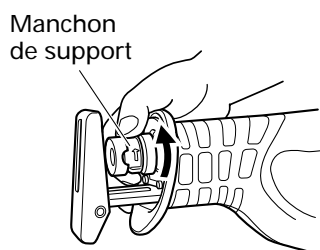

Fig. 6
- (2) Tourner le manchon de support dans le sens de la flèche, indiquée sur la Fig. 6, marquée sur le manchon de support. Si l'on tourne le manchon de support à moitié, il est possible de le fixer automatiquement. (Fig. 6)
- (2) Après avoir tourné le manchon de support dans le sens de la flèche de la Fig. 6 et l'avoir fixé, tourner la lame de façon qu'elle soit orientée vers le bas. La lame doit tomber sous l'effet de son propre poids. Si la lame ne tombe pas, tirer dessus avec la main.
- (1) Après l'utilisation, souffler toute sciure, terre, sable, humidité, etc. à l'aide d'une brosse, etc., pour garantir le bon fonctionnement de la monture de lame.
- (2) Graisser périodiquement la monture de lame avec de l'huile de machine dans la fente semi-circulaire à la position où le manchon de support est tourné dans le sens de la flèche indiquée à la Fig. 6. (Fig. 12)